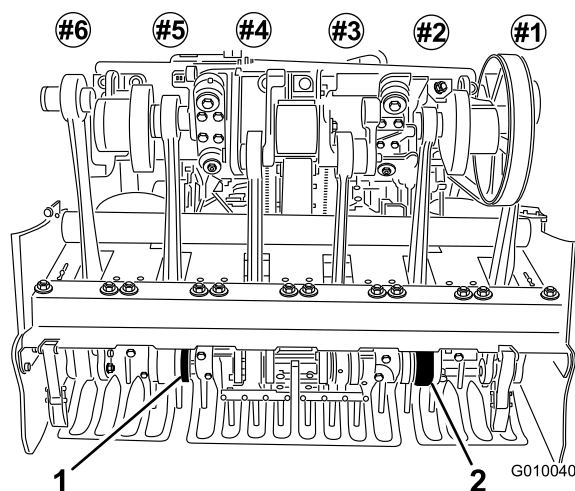

図 26
5. タイン・ホルダー #2 と #5（図 26）にタインを取り付け、キャップスクリューで固定する。